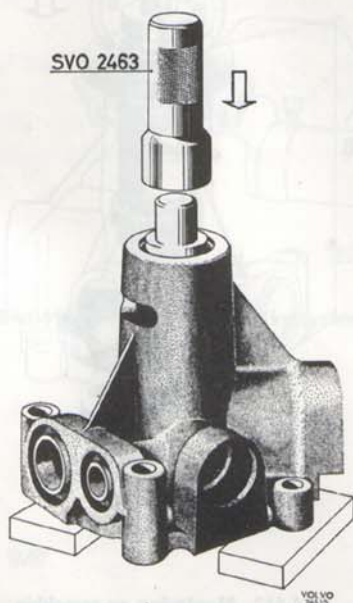

Bild 113. Demontering av axel och skovelhjul
3. Placera pumpen i en press. Anbringa dorn SVO 2463 på lagrets ytterring och pressa ur axel, lager och skovelhjul. Bild 113.
1. Pressa ned axel och lager i huset med dorn SVO 2463 på liknande sätt som visas på bild 113, så långt att låstråden kan stickas in i sitt spår. Sätt i låstråden.